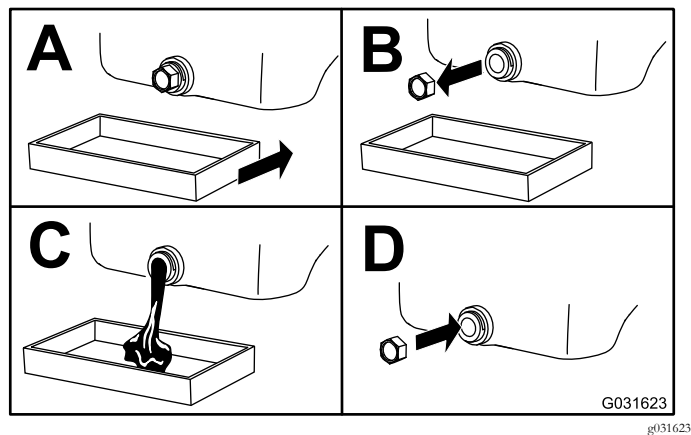

Figura 38
3. Cambiate l'olio motore (Figura 38).